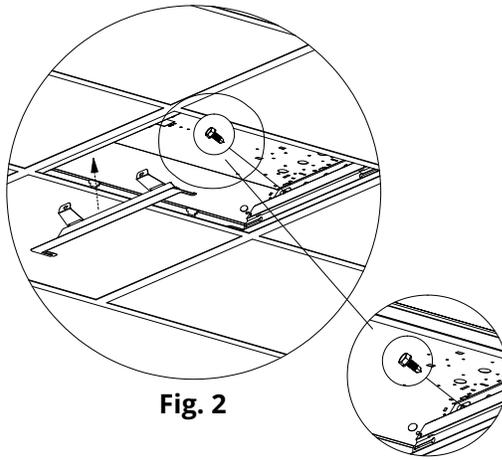

Fig. 2
- 2** Installez les supports d'extrémité du panneau à DEL à chaque extrémité du luminaire existant en le soulevant délicatement afin d'insérer les supports entre le luminaire et le plafond à barres en T (figure 2).